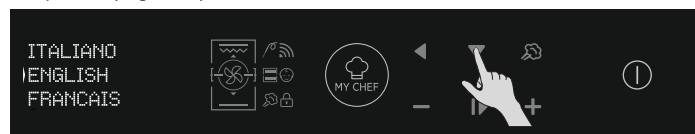

Figura 5
- Entre na secção de configurações e selecione o idioma no menu suspenso (Figura 5).